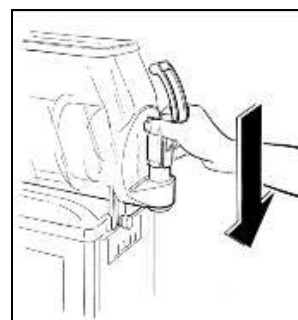

Fig. 17
- **R**emonter le robinet (fig.17) en ayant soin de mettre de la vaseline sur les garnitures pour faciliter le glissement de celui-ci jusqu'à l'insertion complètement dans son logement.